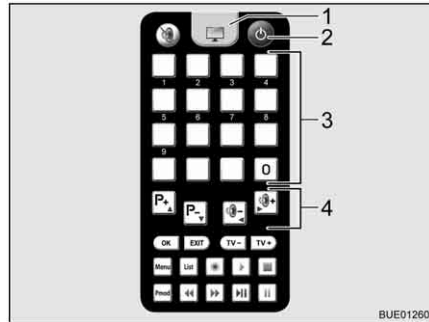

Bild 23 Fjärrstyrning
- Tryck på knappen "⏻" (Bild 23,2) på fjärrstyrningen. Parabolantennen lämnar viloläget och växlar till sökläge. När systemet har hittat satelliten ljuder en akustisk signal.
- Ställ in den önskade sändaren via lagringsknapparna (Bild 23,3) eller funktionsknapparna (Bild 23,4).